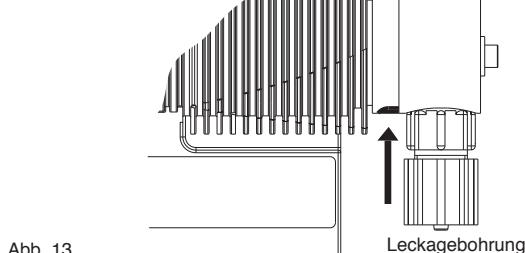

Abb. 13
- Die Dichtigkeit der gesamten Fördereinheit prüfen (besonders Leckagebohrung! Siehe Abb. 13).
- **Die Leckagebohrung muss in der späteren Einbaurage der Pumpe nach unten zeigen (siehe Abb. 13)!**
- **Die Kopfscheibe (4) gleich in der richtigen Stellung auf das Pumpengehäuse (6) aufsetzen! Die Kopfscheibe (4) nicht am Pumpengehäuse (6) verdrehen, damit sich die Sicherheitsmembrane (5) nicht verzieht!**
- Die Membran (3) in die Kopfscheibe (4) einlegen.
- Die Kopfscheibe (4) festhalten und die Membran (3) im Uhrzeigersinn aufschrauben, bis sie fest sitzt (der Verdrehwiderstand der Rückholfeder wird spürbar).